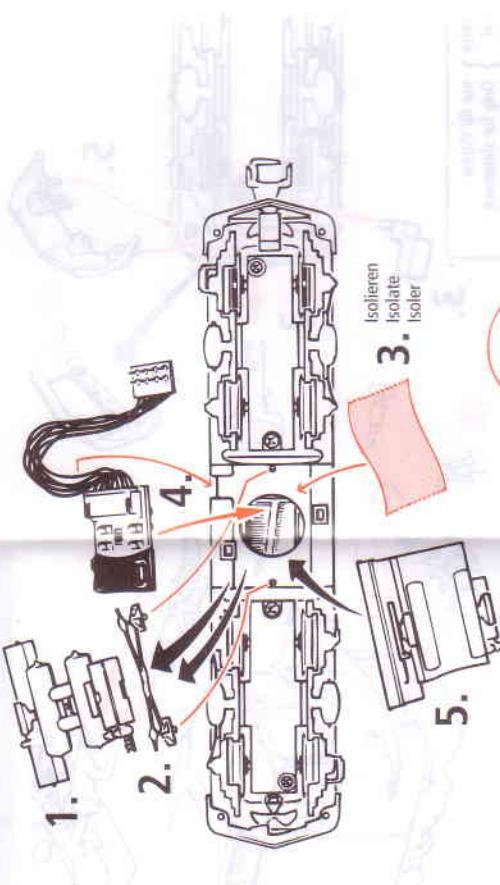
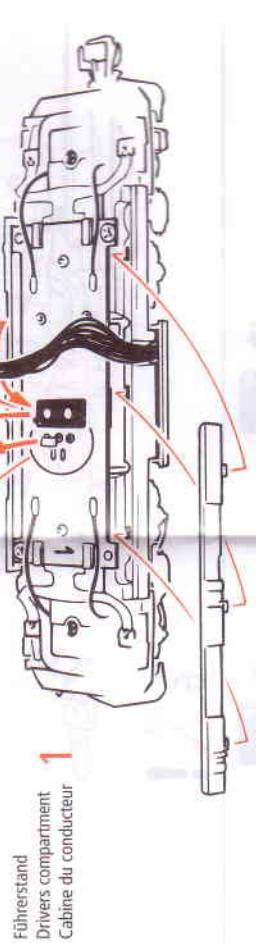

Fig. 7
Fig. 8
- Fig. 7 – 11.....5 + 8
2. Schmierung: Versiehen Sie die im Schmierplan in Fig. 8 gekennzeichneten Stellen mit nur kleinen Öttropfen. Dazu zuerst das Lokgehäuse abnehmen (Fig. 3). Wir empfehlen den **ROCO-Olser** Art. Nr. **10906**. Zur Schmierung der Getriebeteile entfernen (sorgsam aufbewahren). Zuletzt den Stecker des Steuerbausteines lagerichtig einsetzen (Fig. 7).
Mehrzugbetrieb: Zuerst unbedingt die Umschaltung auf Unterleitungsbetrieb vornehmen (Fig. 6). Danach den Brückenstein aus der Schnittstelle entfernen (sorgsam aufbewahren). Zuletzt den Stecker des Steuerbausteines lagerichtig einsetzen (Fig. 7).
Commutez d'abord et obligatoirement la locomotive à la prise de courant par les rails (voir fig. 6). Enlevez ensuite la fiche de shuntage de l'interface (à conserver!) et enfichez finalement la fiche du module de télécommande aux prises de l'interface. Veillez à la position correcte de la fiche (voir fig. 7). ☞ L'assemblage
2. Graissage: N'appliquez qu'une tout petite goutte aux endroits indiqués par le plan de graissage (fig. 8) après avoir démonté la caisse de la locomotive (fig. 3). Nous vous recommandons le graisseur à huile ROCO réf. 10906. Pour graisser les engrenages (roues dentées, vis sans fin) nous vous conseillons la graisse spéciale ROCO réf. 10905 pour engrenages en matières synthétiques. Lorsque vous utilisez cette graisse il faut éviter d'huiler ces composants.